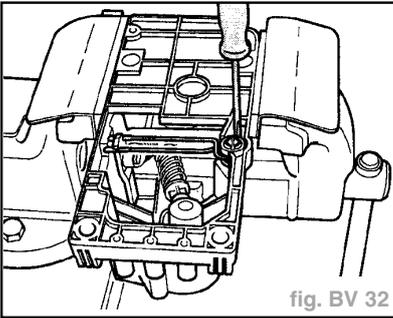

fig. BV 32
- Déposer le ressort à branches ; à cet effet, soulever la rondelle en faisant levier avec un tournevis (fig. BV 32).